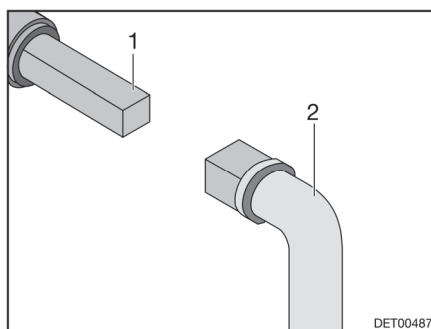

Fig. 196 Utilisation du robinet d'évacuation des eaux usées
- Insérer la clé (Fig. 196,2) sur la vis à quatre pans (Fig. 196,1).